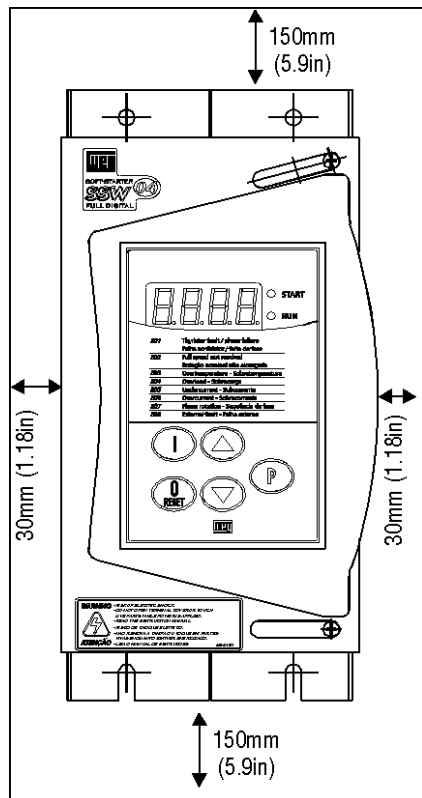

FIG. 3.1 - Espaços livres para ventilação
- ☑ Deixe no mínimo os espaços livres ao redor da SSW-04 conforme a fig. 3.1